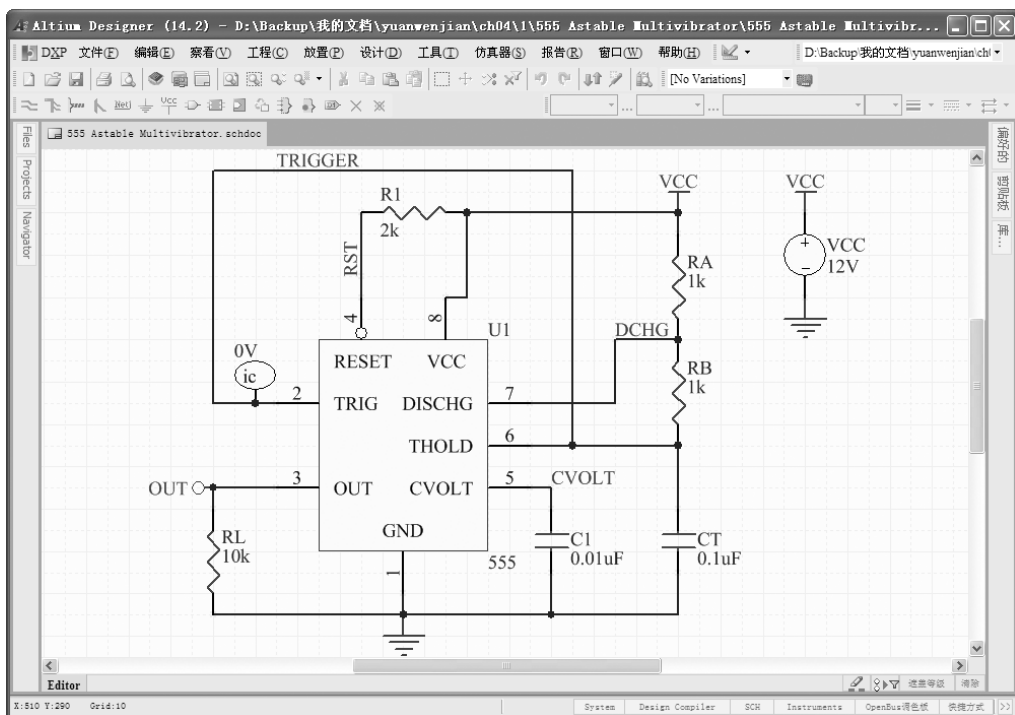

图 4-3 显示全部元器件
2) 适合所有对象：适合全部元器件。该命令将整个电路图缩小显示在窗口中，但是不包含图纸边框及原理图的空白部分，如图 4-3 所示。